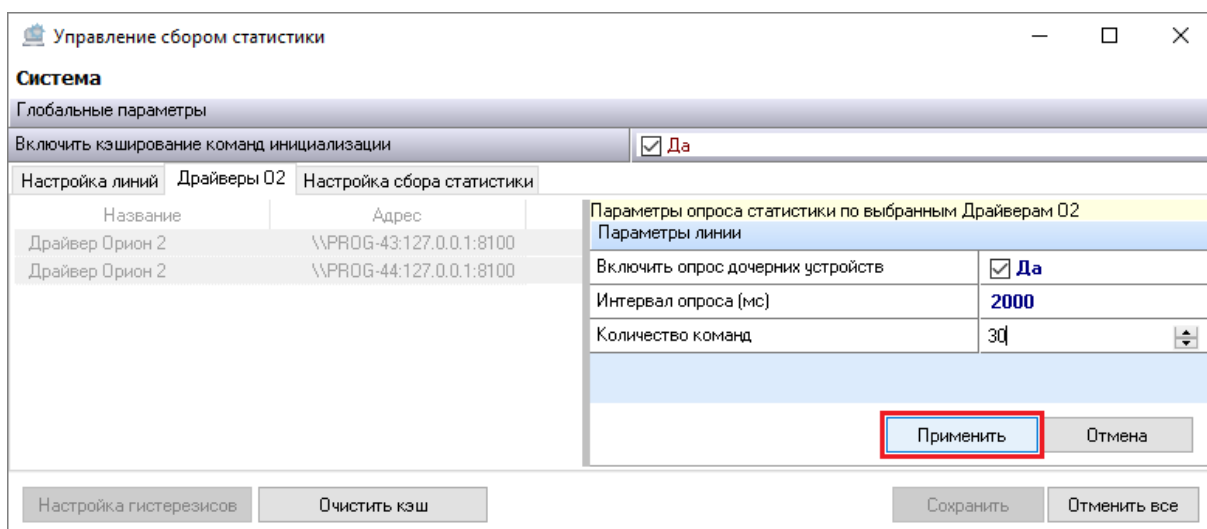

Рисунок 6-219 Применение параметров опроса статистики для выбранных Драйверов Орион 2
- 4) нажмите кнопку «Применить» (см. Рисунок 6-219).